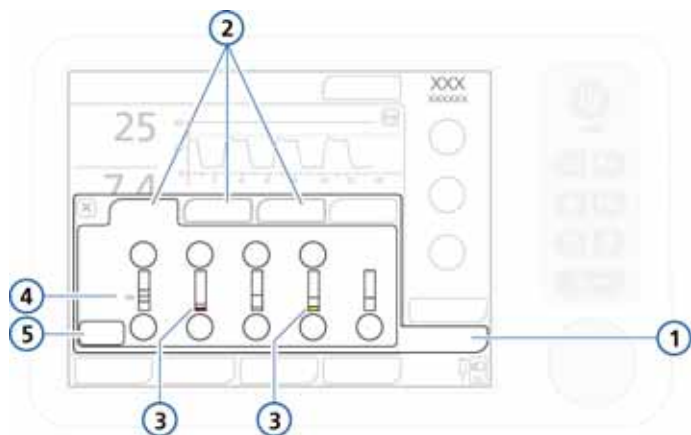

Рисунок 4-8. Окно «Границы»
1. Коснитесь кнопки «Тревоги». Отобразится окно «Граница 1» (рис. 4-8).